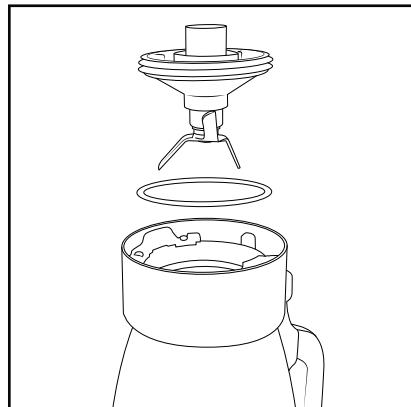

Fig. 5
- Para voltar a colocar a lâmina 17, certifique-se de que o anel vedante está corretamente colocado (fig. 5). Em seguida, coloque a lâmina 17 e rode-a no sentido dos ponteiros do relógio com o auxílio do bloqueio da tampa 14, até voltar a encaixar firmemente.